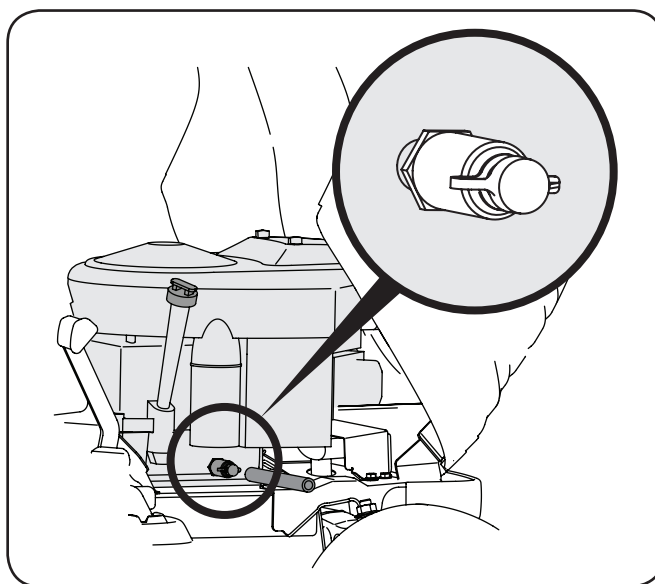

Figura 6-2
3. Abra el tapón protector en el extremo de la válvula de drenaje de aceite para exponer el orificio de drenaje. Véase la figura 6-2.
6. Gire la válvula de drenaje hacia la izquierda y la liberación para drenar el aceite. Véase la figura 6-2.